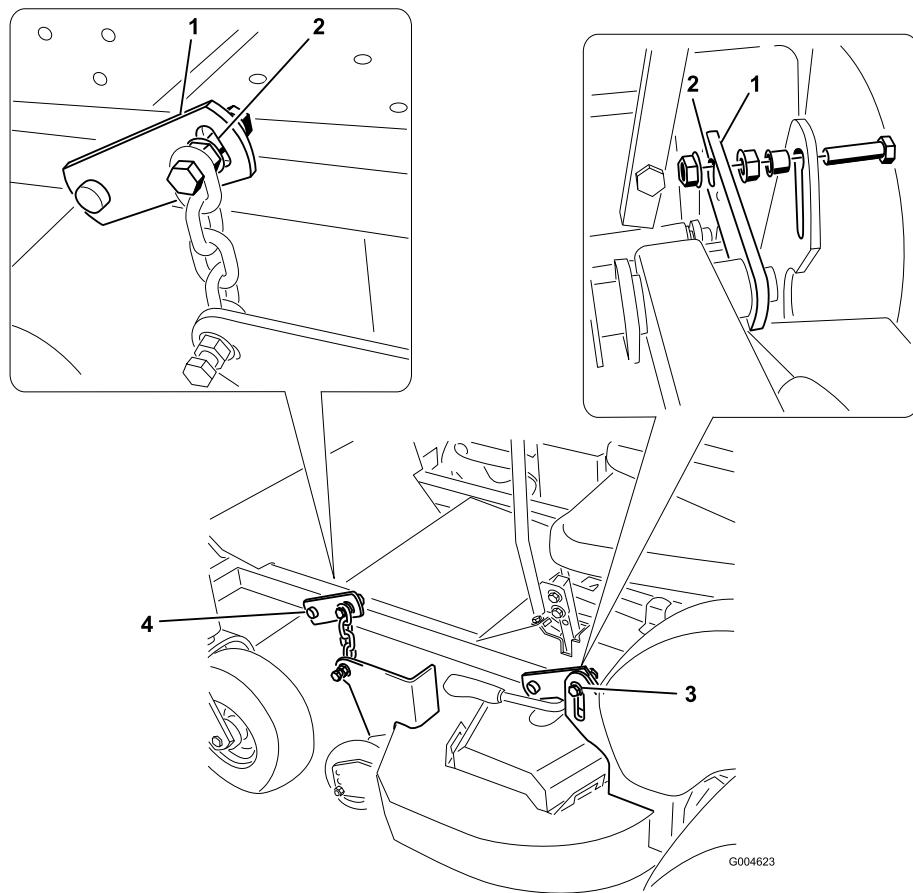

Bild 54
7. Lösen Sie die Schrauben, mit denen die beiden Ketten und die zwei hinteren Halterungen mit dem Mähwerk verbunden sind (Bild 54).
8. Stellen Sie die zwei hinteren Schraube so ein, dass sie sich in der Mitte des Schlitzes in der Gelenkhalterung befinden (Bild 54).
10. Stellen Sie die vordere Seitenauswurfschraube so ein, dass sie sich in der Mitte des Schlitzes in der Gelenkhalterung befindet (Bild 54).